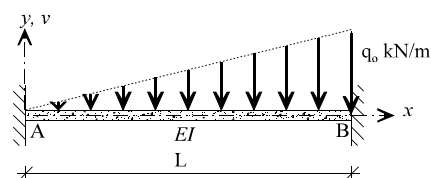

Figura 22
22) Integrar la ecuación diferencial de la viga de la figura 22 para: